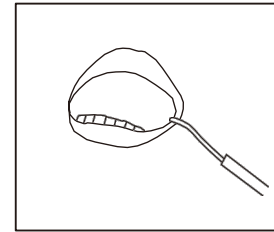

Abb. 9
- 4) Befestigen Sie den Lippenclip am Patienten. (Abb. 9)